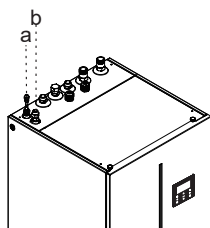

Fig.5-2
- Si la unidad interior se combina con la unidad exterior (4/6kW), el acople de transferencia 9,52-6,35 (consulte la tabla de la página 8) debe montarse en la conexión del líquido refrigerante de la unidad interior (consulte la Fig.5-2); el acople de transferencia no se utiliza en otros tipos de unidades exteriores (8/10/12/14/16kW).